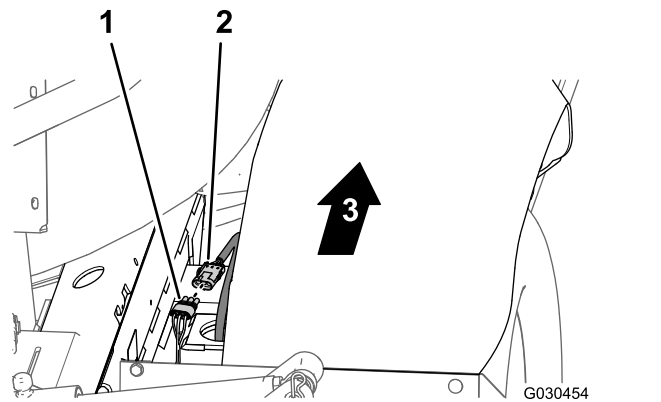

Figure 108
- À l'arrière de la machine (entre le tube de cadre droit et l'aile droite), branchez le connecteur à 3 broches du faisceau du capteur de vitesse sur le moteur de traction hydraulique droit au connecteur à 3 douilles (non identifié) du faisceau principal arrière (Figure 108).